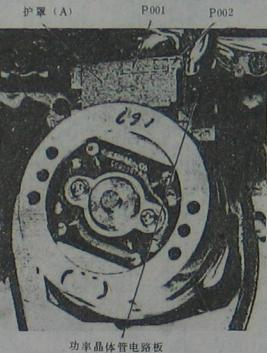
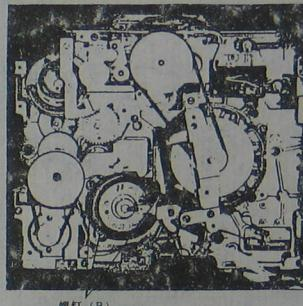

图 1-64 护罩 (A) 和功率晶体管电路板的拆卸
图 1-65 更换 DD 磁鼓组件旋出 (或拧紧) 的螺钉 (B)
(1) 拆下顶盖、底板、前面板和护罩板。然后, 打开底部的主电路板。
(2) 参看图 1-64, 拆下护罩 (A), 取下功率晶体管电路板。
(3) 参看图 1-64、图 1-65, 旋出 3 个螺钉 (B), 并将接线器 P001 和 P002 脱开。其中, P001 联接到主电路板和伺服电路部分, 而 P002 联接到磁头放大器/亮度 (2) 电路板。
(7) 重新焊好 4 根导针, 并连接接线器 P001 和 P002。
(8) 参看图 1-65, 将 DD 磁鼓组件安装到底座上, 并拧紧 3 个螺钉 (B)。
(9) 参看图 1-64, 将功率晶体管电路板插上, 重新装上护罩 (A)。